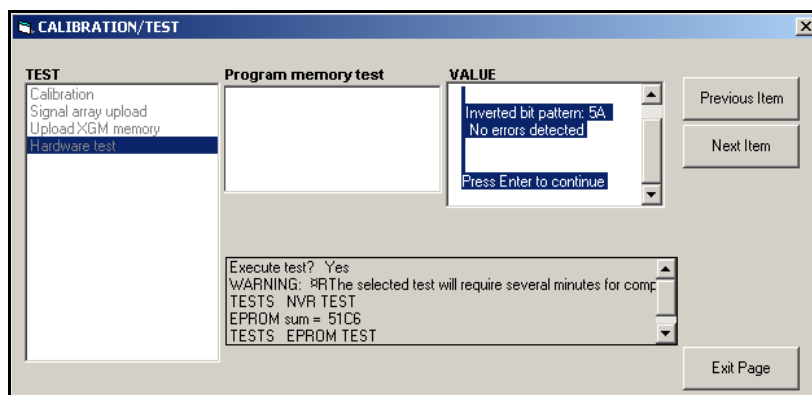

Рис. 15: Выполнение испытания ЭНП
4. Если ЭНП прошла испытание, появляется экран, аналогичный *рис. 15* внизу. Нажмите [Exit Page] ([Выход]) для возврата к опции *Hardware Test* (Испытание оборудования) и повторно нажмите [Exit Page] ([Выход]) для возврата в главное меню *Calibration/Test* (Калибровка/Испытание).